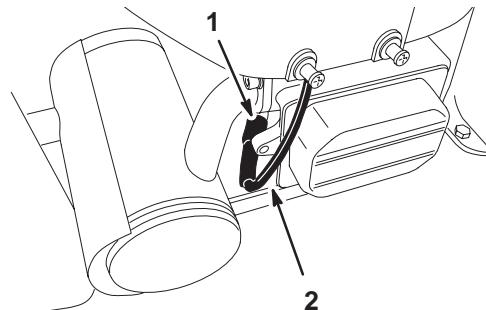

Figure 26
6. Débranchez la bougie (Fig. 26).
- Déposez la bougie et sa rondelle métallique (Fig. 26).
3. Branchez la bougie (Fig. 26).